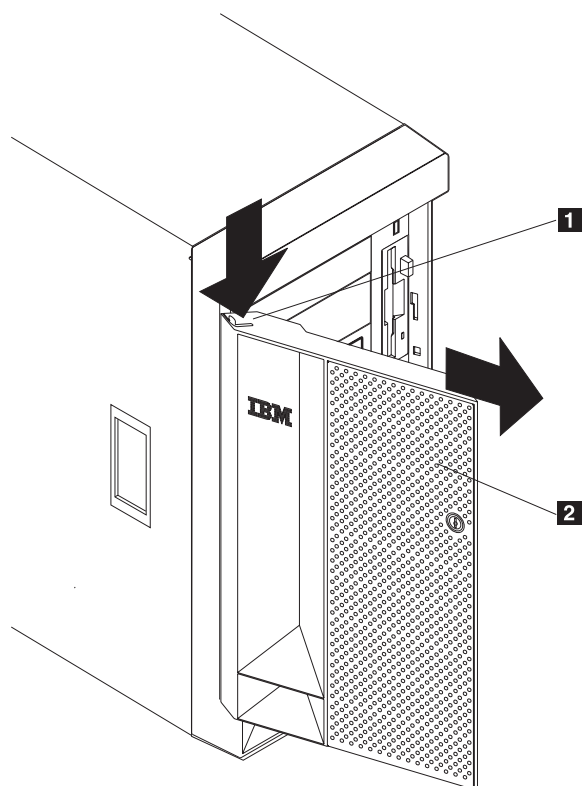

図 32. モデル 25T のアプライアンス・ドアの取り外し
2. ドアの上端のフランジを確認します (図 32 を参照)。